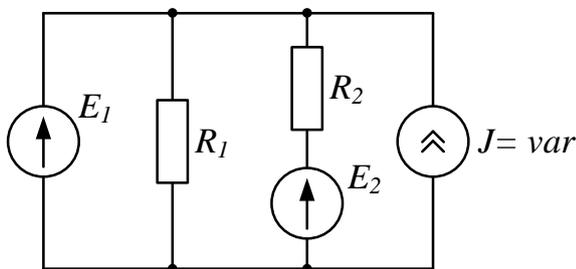

Рис. 2
2. Проанализировать влияние тока источника тока  $\mathfrak{S}$  на токи ветвей схемы (рис. 2).